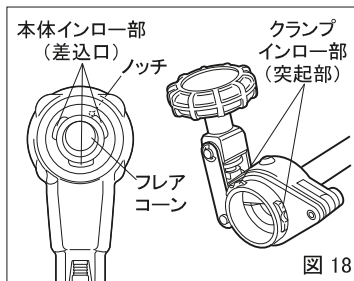

図 18
① パイプをセットしたクランプに本体を取付けます(図18、19)。